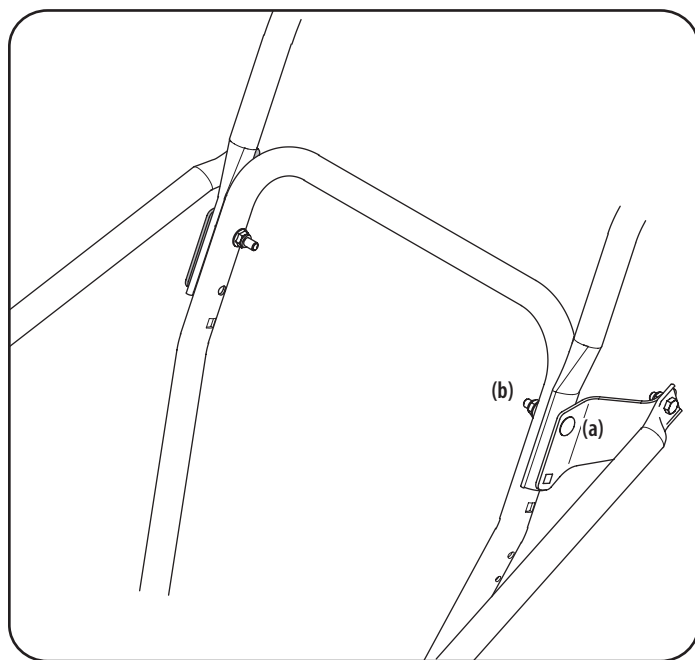

Figura 1
1. Afloje pero no extraiga los dos pernos de carro superior (a) y las tuercas de seguridad con brida (b) de la manija. Extraiga el perno de carro inferior y la tuerca de seguridad con brida. Vea la Figura 1.